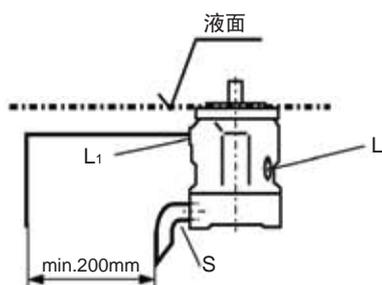

图1
a) 当油箱的最低液面高于或等于安装法兰面时，将“L”口堵住而将“L1”和“S”敞开。建议“L1”和“S”口如图 1 所示配管。